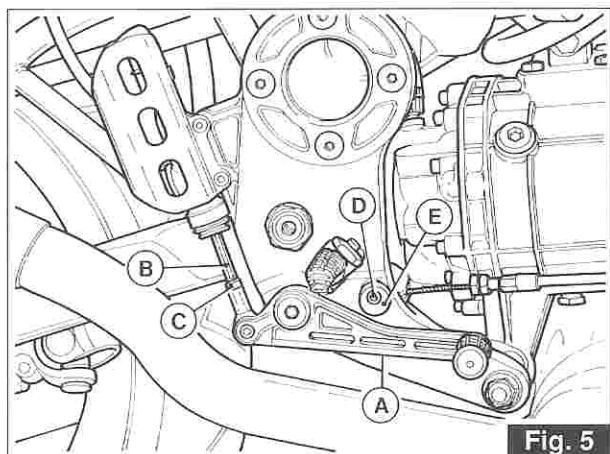

Fig. 5
3.9 PEDALE COMANDO FRENO POSTERIORE («A» di fig. 5)
(«A» in fig. 5)